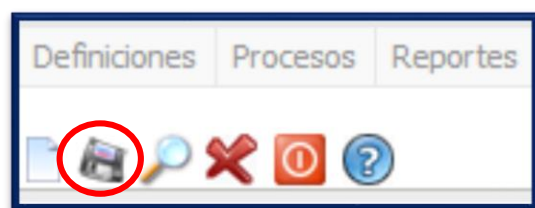

Imagen 29: Icono Guardar de la Barra de Herramientas del Tipo de Artículo.
8.- Por último, una vez que se tienen todos los campos llenos se debe hacer clic en el **Icono “Guardar”** (imagen 29), el cual se encuentra resaltado dentro de un círculo de color rojo, el cual está ubicado en la **barra de herramientas de la pantalla**, dicha barra está en la parte de arriba del lado izquierdo.